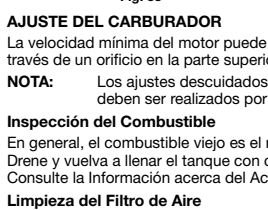

Fig. 33
5. Apriete el filtro para esparcir y retirar el exceso de aceite (Fig. 33).